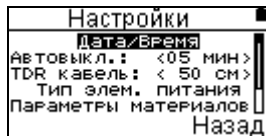
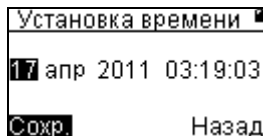

Рисунок 6
Рисунок 7
6.3.3 В пункте **Настройки** (рисунок 6) можно установить текущие дату и время (рисунок 7), время автовыключения прибора, длину соединительного кабеля TDR, параметры материалов жил, выбрать тип элементов питания, отформатировать диск и обновить ПО.